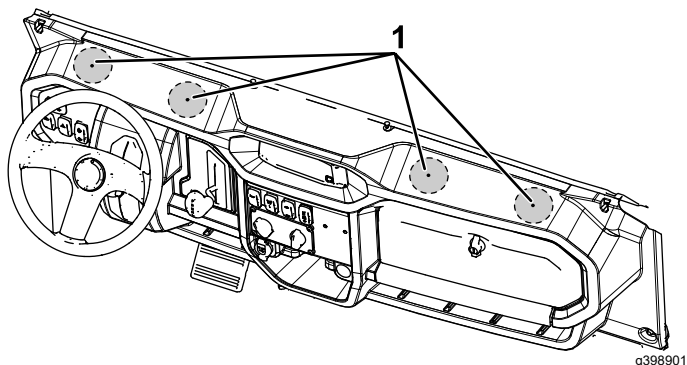

Figura 14
1. Individuate le 4 cavità pilota per la foratura nella parte superiore del cruscotto (Figura 14) e praticate 4 fori (76 mm o 3") direttamente sulle cavità pilota.